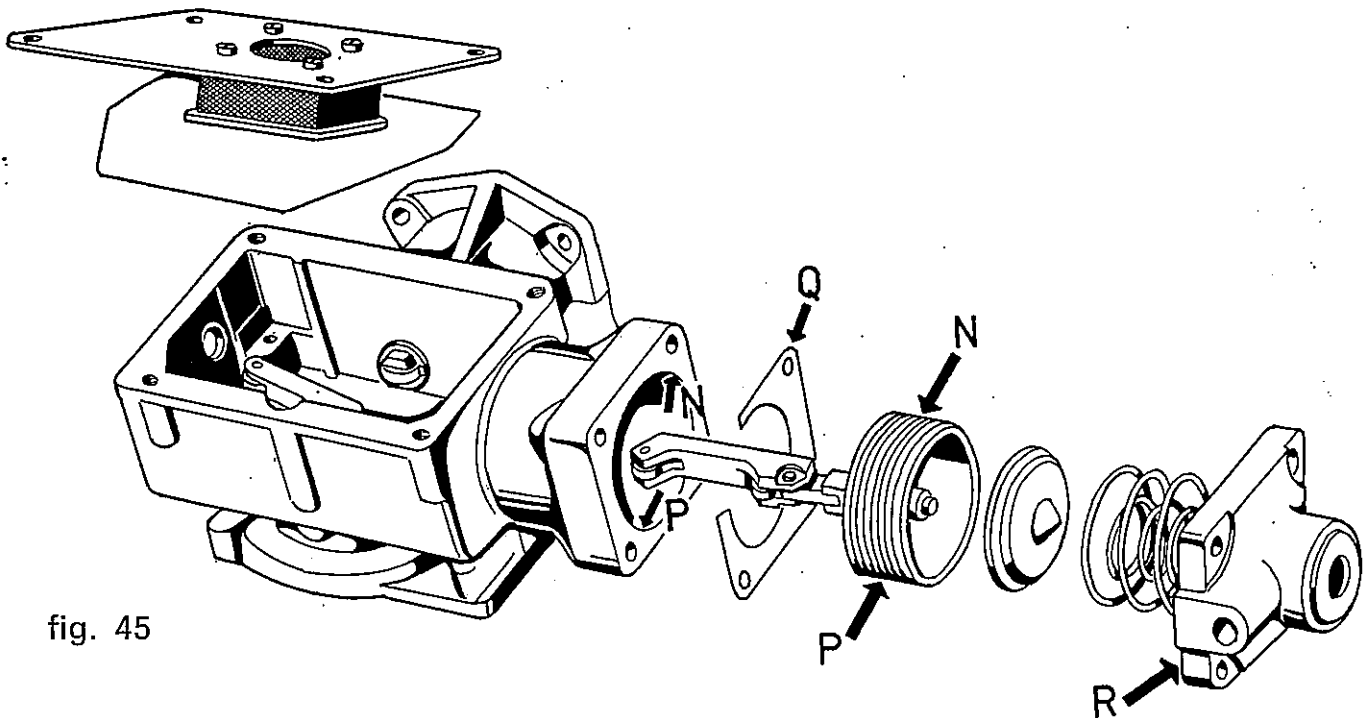

fig. 45
- B)** Accertarsi che il pistoncino in nylon scorra libero nella sua sede. Eventualmente estrarlo e lisciare con tela smeriglio sia il pistoncino che la camicia. Ad operazione ultimata inumidire leggermente con olio fluido le superfici di contatto (**fig. 45-N-P**).
- d) Se non esistono spessori ridurre progressivamente con variazioni di 0,2 mm. la lunghezza libera della molla stessa (fig. 46-A). In alternativa inserire sotto il coperchio **R** (fig. 45) delle guarnizioni di cartone **O** (fig. 45) con misure progressive di 0,2 mm., fino ad un massimo di 1,5 mm.